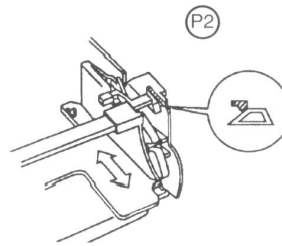
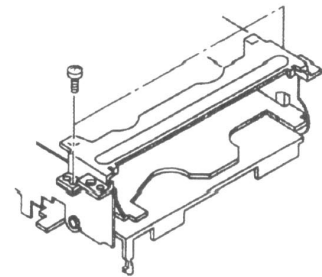

fig. 5b
fig. 5c
- Die Hebel (P2) wie in Abb.5b dargestellt positionieren, bevor der obere Teil wieder aufgesetzt wird (Abb.5c).
- Position the levers as shown in figure 5b before fitting the top unit (figure 5c).